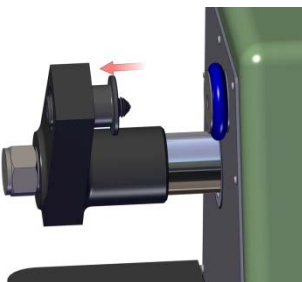
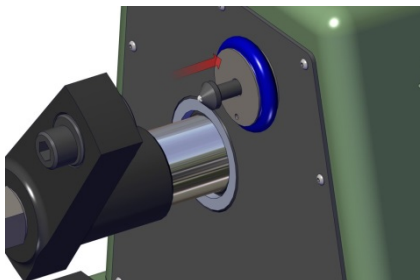
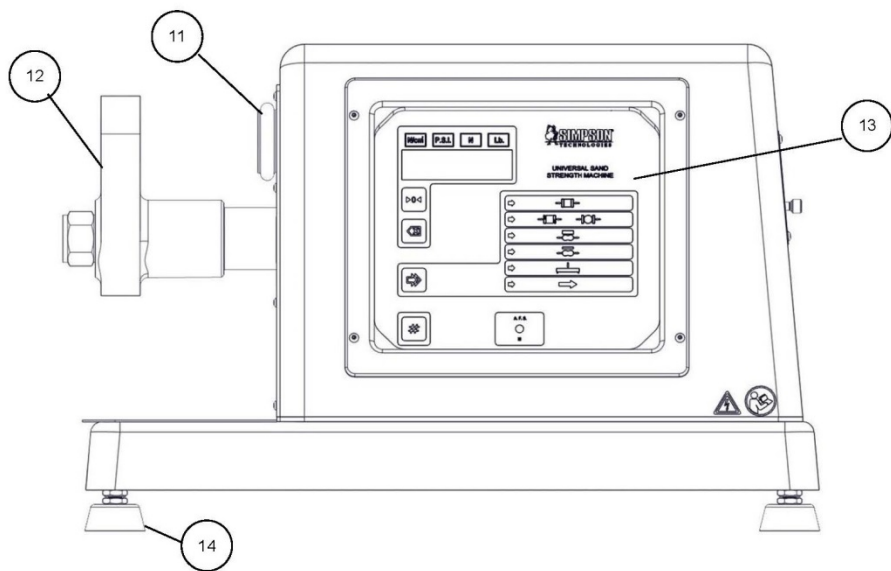

Figure 6.2.1
Figure 6.2.2
Figure 7.3 : Vue avant
3. Après environ cinq secondes, un message de bienvenue ("HELLO") apparaîtra sur l'écran numérique (Figures 7.3 & 7.4, N°13B). Si vous appuyez quatre fois sur n'importe quel bouton pendant que le message "HELLO" est affiché à l'écran, l'appareil de mesure passera en mode d'étalonnage.
4. Lorsque le message "HELLO" disparaît, et si vous avez sélectionné le mode d'étalonnage, trois messages apparaîtront successivement sur l'écran numérique : "SET-UP" ("Réglage"), "CALib" ("Étalonnage") et "rESET" ("Réinitialisation"). Pour sélectionner le mode souhaité, pressez le bouton "Démarrer" (Figures 7.3 & 7.4, N°13F) au moment où le message apparaît sur l'écran.
5. Pour sélectionner le mode d'étalonnage, suivez les indications des Étapes 2 à 5 et pressez le bouton "Démarrer" (Figures 7.3 & 7.4, N°13F) au moment où le message "CALib" ("Étalonnage") apparaît sur l'écran (Figures 7.3 & 7.4, N°13B).
6. Le message "HELLO" apparaîtra de nouveau sur l'écran numérique et l'indicateur lumineux "N/cm²" des Résistances & Forces (Figures 7.3 & 7.4, N°13A) commencera à clignoter. À ce moment, pressez le bouton "Démarrer". Le message "HELLO" apparaîtra de nouveau et sera suivi du chiffre "0", indiquant que l'appareil a été remis à zéro. L'indicateur lumineux "N" (Newtons) (Figures 7.3 & 7.4, N°13A) commencera à clignoter.
8. Remplacez les attaches avec la bille de support ajustable et la bille de support fixe, incluses avec le Mesureur de Force Mécanique, Modèle 42125. Insérez le support ajustable dans le bras de serrage mobile (Figure 7.3, N°12) en le glissant doucement dans le trou de fixation (voir Figure 6.2.1). Il est impératif que les supports d'étalonnage et coniques soient propres et exempts de sable meuble. Insérez la bille de support fixe dans l'orifice situé au centre du support du mors fixe (Figure 7.3, N°11) (voir Figures 6.2.2 et 6.2.3).
11. Installez le mesureur de force entre le support du mors fixe (Figure 7.3, N°11) et le bras de serrage mobile (Figure 7.3, N°12) (voir Figure 6.2.4).
14. Une fois la déviation de 0,01 mm atteints sur la mesure de force mécanique, vérifiez visuellement que l'écran numérique (Figures 7.3 & 7.4, N°13B) affiche la bonne charge en newtons. Si la valeur est incorrecte, suivez l'étape 15 pour régler l'affichage. Si la valeur est correcte, passez à l'étape 16.
- » Diminution rapide - Pressez le bouton "Sélection de l'essai" (Figures 7.3 & 7.4, N°13E)
- » Augmentation lente - Pressez le bouton "Réinitialiser l'affichage" (Figures 7.3 & 7.4, N°13D)
2. Tous les chiffres de l'écran numérique (Figures 7.3 & 7.4, N°13B) et tous les indicateurs lumineux d'essai s'illumineront et s'éteindront une fois.
5. La fonction "SET-UP" ("Réglage") permet de paramétrer le contenu des registres de l'appareil de mesure. Pour sélectionner la fonction "Réglage", pressez le bouton "Démarrer" (Figures 7.3 & 7.4, N°13F) au moment où le message "Réglage" apparaît sur l'écran. L'écran affichera le message "HELLO" suivi par des paires de nombres : le premier chiffre sur la gauche de l'écran numérique représente le numéro de registre ; le dernier chiffre fournit des informations sur le contenu du registre en question. Les valeurs du contenu doivent correspondre au tableau suivant.